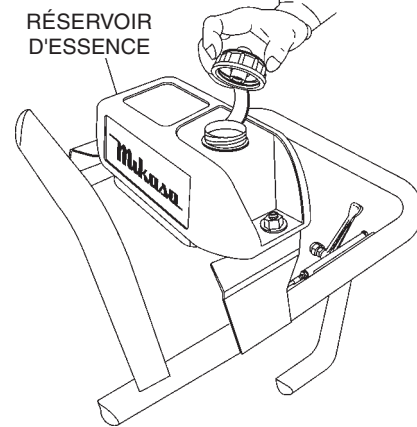

Figure 3. Réservoir d'essence
1. Remplir le réservoir d'essence (figure 3) avec de l'essence sans plomb. Vérifier en même temps le niveau d'huile et prendre l'habitude de le compléter fréquemment.